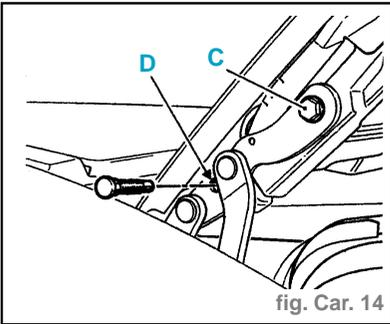

fig. Car. 14
- Ôter la vis cannelée et déposer les fixations (C). (Fig. Car. 14)